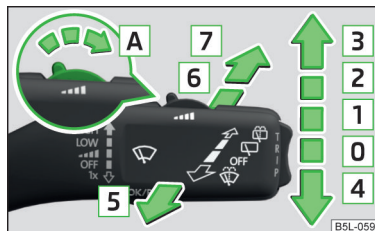

Fig. 36
Posiciones de la palanca de mando » fig. 36
Al soltar la palanca de manejo, el sistema lavacristales se parará y el limpiaparabrisas efectuará todavía de 2 a 3 barridos (según la duración del rociado de agua). **La palanca de mando permanece en la posición [6] » fig. 36.**
Si la palanca de mando está en la posición [2] o [3] » fig. 36, y se circula a una velocidad superior a 5 km/h, se produce un barrido en la luneta trasera cada 30 o 10 segundos.
- » Presionar durante 5 segundos cinco veces consecutivas la palanca de manejo en la posición [6] » fig. 36 de la página 60.
Después de conectar el encendido, se lavan los faros siempre en la primera pulverización y cada cinco pulverizaciones del parabrisas (posición [5] » fig. 36 de la página 60), si está encendida la luz de cruce o la luz de carretera.